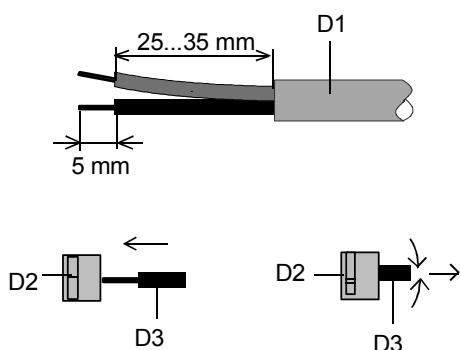

Bild 4: Anschließen/Abklemmen der Busleitungen
### Anschließen der Busleitung: (Bild 4)
- Den Mantel der abgesetzten Busleitung (Bild 4) mit >3mm Überstand in den offenen Klemmschlitz (C4) drücken. Beim Anschluss einer zweiten Busleitung den geschlossenen Klemmschlitz mit einem Schraubendreher freibrechen und wie oben beschrieben in den Klemmschlitz drücken. Die Buseinzeladern in die Vertiefung unterhalb der Busklemme drücken und die Abdeckung (C1) aufschnappen.
### Abklemmen der Busleitung (Bild 4)